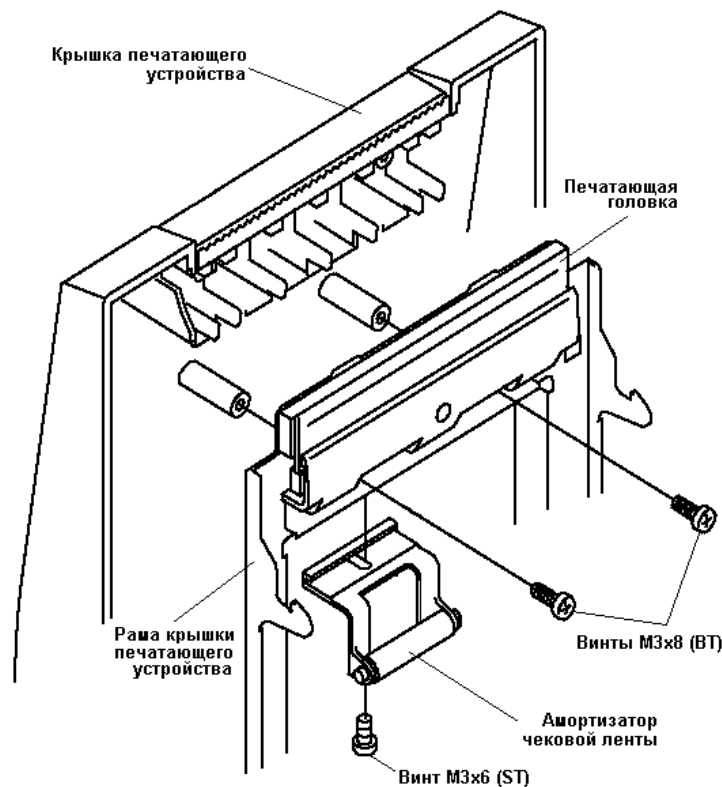

Рисунок 3 Отсоединение крышки печатающего устройства
**Отсоединение пластмассовой крышки печатающего устройства (см. Рис. 3):**
На данном этапе можно отсоединить амортизатор чековой ленты (прижимной ролик). Для этого открутите винт М3х6 (см. Рис. 3), которым амортизатор чековой ленты крепится к металлической раме.